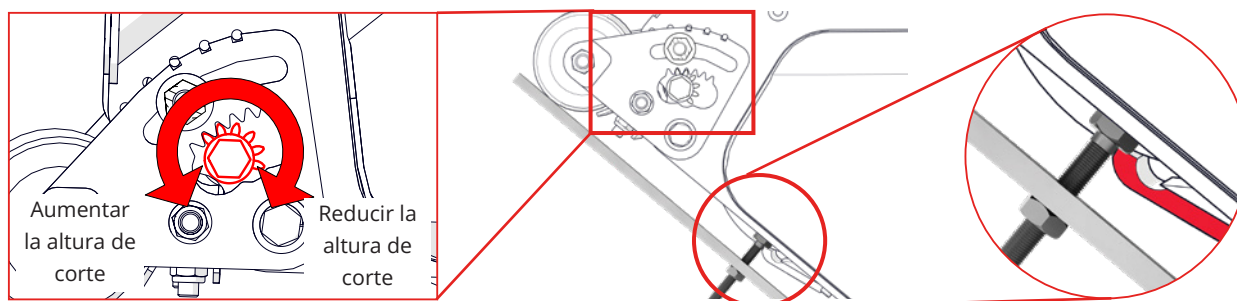

Fig. 8F - Girar el engranaje dentado mientras se sujeta la barra de ajuste. Dejar de ajustar cuando el cabezal quede nivelado/dentro de la cuchilla de corte.
7. Haga girar el engranaje dentado para subir o bajar el rodillo delantero. Mientras lo hace, vuelva a colocar la barra de ajuste entre los rodillos delantero y trasero. Deje de ajustar cuando el cabezal descansa dentro del borde de la cuchilla de corte (Fig. 8F). Apriete ligeramente la tuerca de sujeción superior.